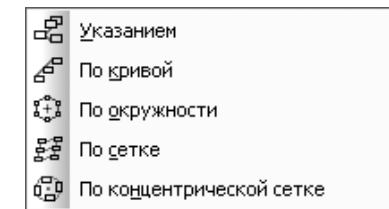

Рис. 4.156. Всплывающее меню пункта **Копия** выпадающего меню пункта **Редактор** главного меню
- **Копия** вызывает всплывающее меню, показанное на рис. 4.156.